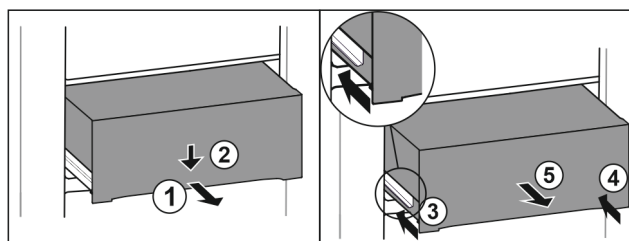

Fig. 107
- ▶ Zásuvku napůl vytáhněte. Fig. 107 (1)
- ▶ Stlačte zásuvku na přední straně dolů. Fig. 107 (2)
- ▶ Zasuňte levou kolejničku přibližně do 2 cm. Fig. 107 (3)
- ▶ Zasuňte pravou kolejničku přibližně do 2 cm. Fig. 107 (4)
- ▶ Vyjměte zásuvku dopředu. Fig. 107 (5)